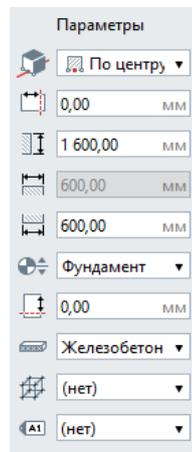

Рис. 2 Параметры Ленточного фундамента
3. Выберем инструмент **Ленточный фундамент** . Форма – **прямоугольная**. В **Параметрах** указываем (рис. 2)